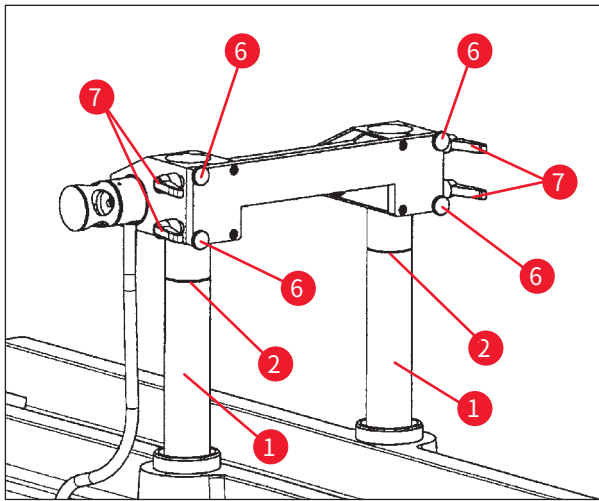

图 85
- 定位刀架, 使支撑柱凹槽 (→图 83-2) 的上边缘位于 100 mm 位置处, 或一直到顶端的 200 mm 位置处, 请参见 (→图 85)。
- 定位刀架, 使上边缘处于支撑柱最顶端的 200 mm 位置 (→ 图 85)。
- 这需要将支撑柱返回最高位置 (→ 图 85), 并如章节 (→ 第 74 页 — 7.10.3 刀架高度调节) 所述, 将刀架调节至 100 mm 位置。